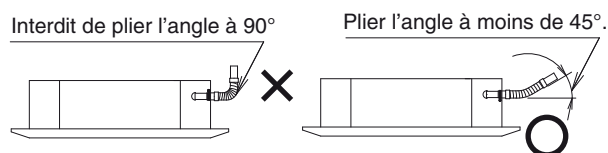

Fig. 3-9
(3) Limitations de la connexion du tuyau de vidange
- Ne pliez pas le tuyau de vidange fourni de 90° ou plus. Pliez-le à moins de 45°. (Fig. 3-9)